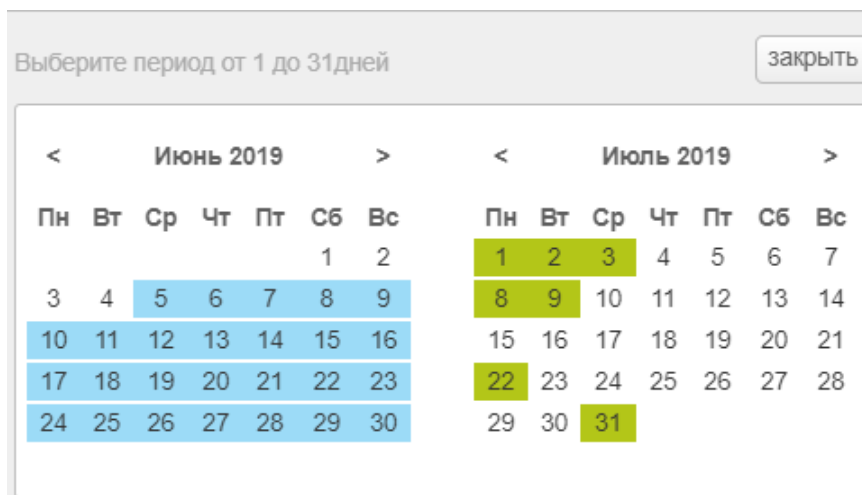

Рисунок 5.10 – Выбор дат работы комбайна
6. Во вкладке **Временный фильтр** выберите даты работы комбайна с 05.06.2019 г. по 30.06.2019 г., последовательно щелкнув эти даты (рисунок 5.10).